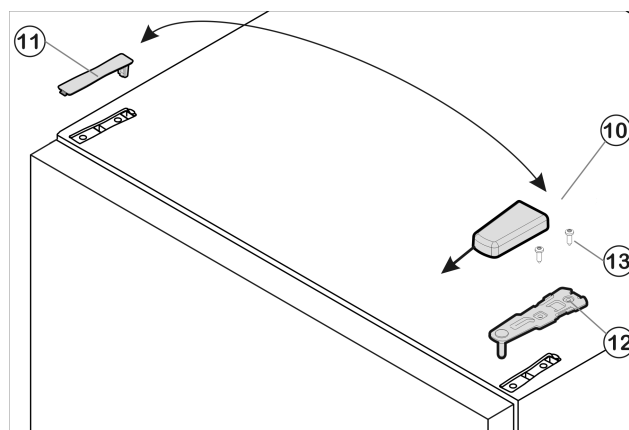

Fig. 17
- Retire hacia delante y, después, hacia arriba la cubierta *Fig. 17 (10)*.
- Desmonte la cubierta *Fig. 17 (11)*.
- Desatornille el soporte de cojinete superior *Fig. 17 (12)* (2 Torx 25) *Fig. 17 (13)* y extráigalo hacia arriba.
- Inserte el soporte de cojinete superior Fig. 17 (12) en el nuevo lado de la bisagra y en la puerta.
- Atornille el soporte de cojinete superior Fig. 17 (12) **con 3 lb-ft (4 Nm)** para fijarlo (2 Torx 25) Fig. 17 (13). Dado el caso, grabe los agujeros de tornillo o utilice un destornillador de batería.
- Encaje la cubierta Fig. 17 (10) y la cubierta Fig. 17 (11) en el lado opuesto, respectivamente.